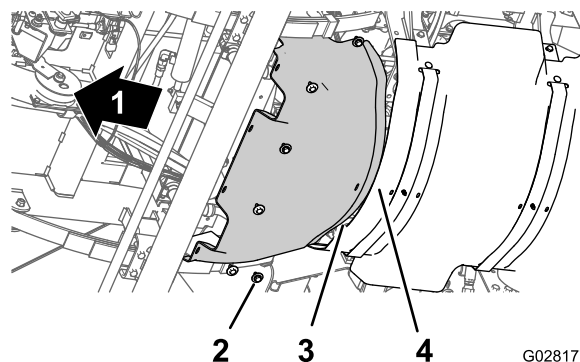

Рисунок 66
1. Расположите задний фланец переднего теплоизолирующего экрана над передним фланцем заднего теплоизолирующего экрана, выровняв их по краям (**Рисунок 66**).
2. Совместите отверстия в переднем теплоизолирующем экране с резьбовыми отверстиями в шасси (**Рисунок 66**).
3. Установите передний теплоизолирующий экран на машину с помощью 6 болтов с шестигранными головками и 6 шайб (**Рисунок 66**), снятых на этапе 3 раздела Демонтаж переднего теплоизолирующего экрана \(страница 61\).